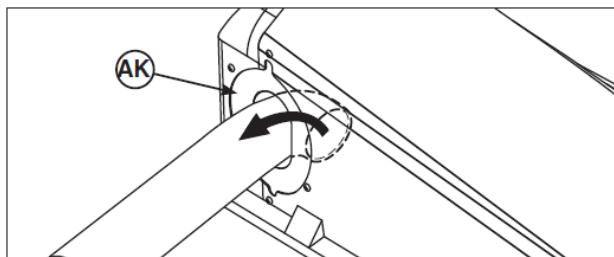

図 34
3. チューブ Assy の排出側の端をシール (図 34 の AK) から引っ張り出してください。